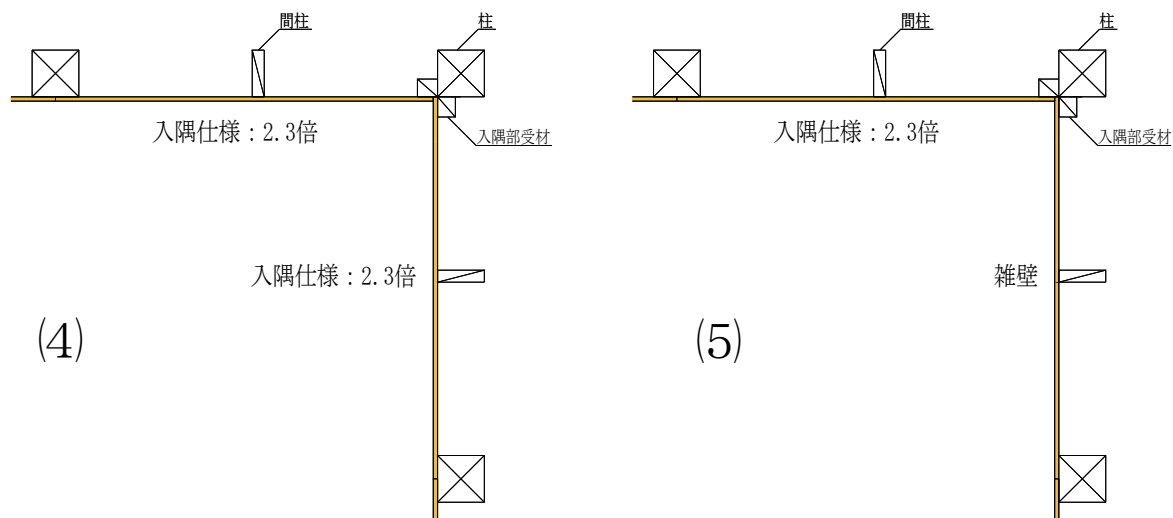

図 10 入隅部の納まり図②
- ・(4)直交する両壁ともに耐力壁（2.3 倍）とできます。また、(5)直交するどちらかの壁が雑壁であった場合でも、もう一方の壁は耐力壁（2.3 倍）とできます（図 10）尚、入隅部面材の勝ち負けおよび 1P・2P は問いません。